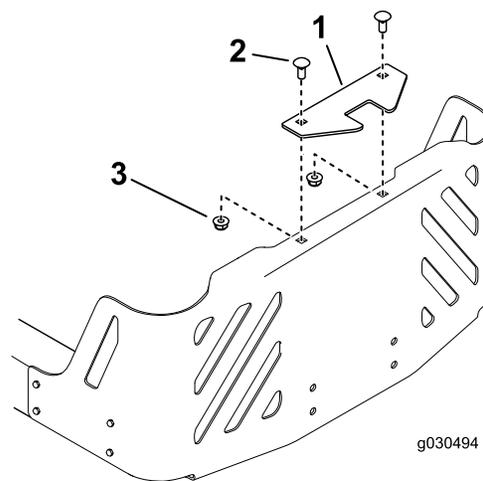

Bild 10
Hinweis: Der Stabilisatorbügel wird nur an Modellen ab Baujahr 2015 verwendet (Bild 10).
1. Befestigen Sie den Stabilisatorbügel mit zwei Schlossschrauben (5/16" x 3/4") und zwei Sicherungsmuttern (5/16") an der Motorschutzvorrichtung (Bild 10).